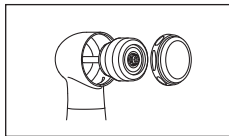

Fig. 37
- 4 À l'aide de la fraise, retirez délicatement la cartouche entière de la tête (Fig. 37).